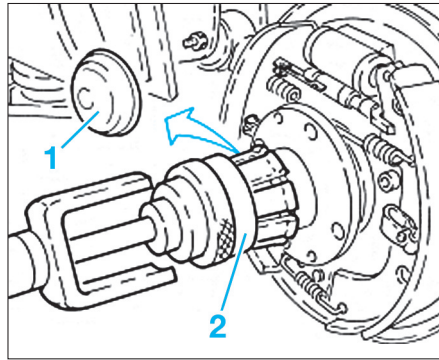

FIG. 23
- Déposer le capuchon (1) du moyeu à l'aide d'un outil adapté (2) (Fig.23).